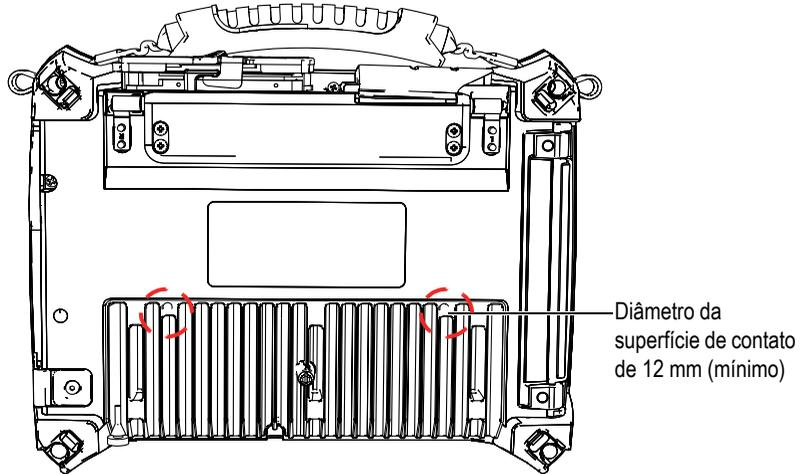

Figura 2-9 Requisitos da superfície de contato
- Certifique-se que existe pelo menos uma área de contato de 12 mm (veja Figura 2-9 na página 39) entre o OmniScan SX e a superfície do apoio.